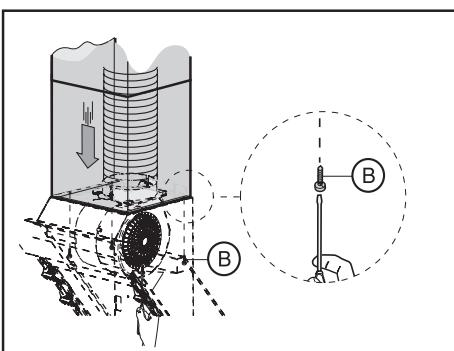

Рис. 15
10. Если на Вашей вытяжке предусмотрено крепление наружного декоративного короба к корпусу вытяжки, то закрепите его с помощью винтов В, как показано на рис. 15, если такое крепление не предусмотрено, то монтаж вытяжки завершен.